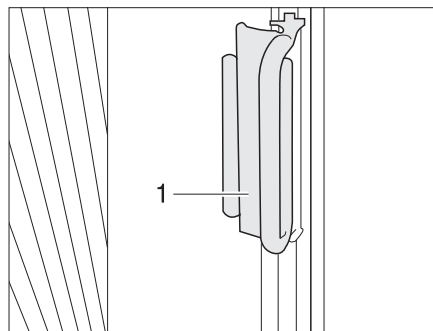

Bild 15 Griff faltverdunklung Frontscheibe
- Die faltverdunklungen für die frontscheibe mit den griffen (Bild 15,1) unter die abdeckungen an den a-säulen schieben und den griff auf der abdeckung feststecken. Die faltverdunklung ist gesichert.